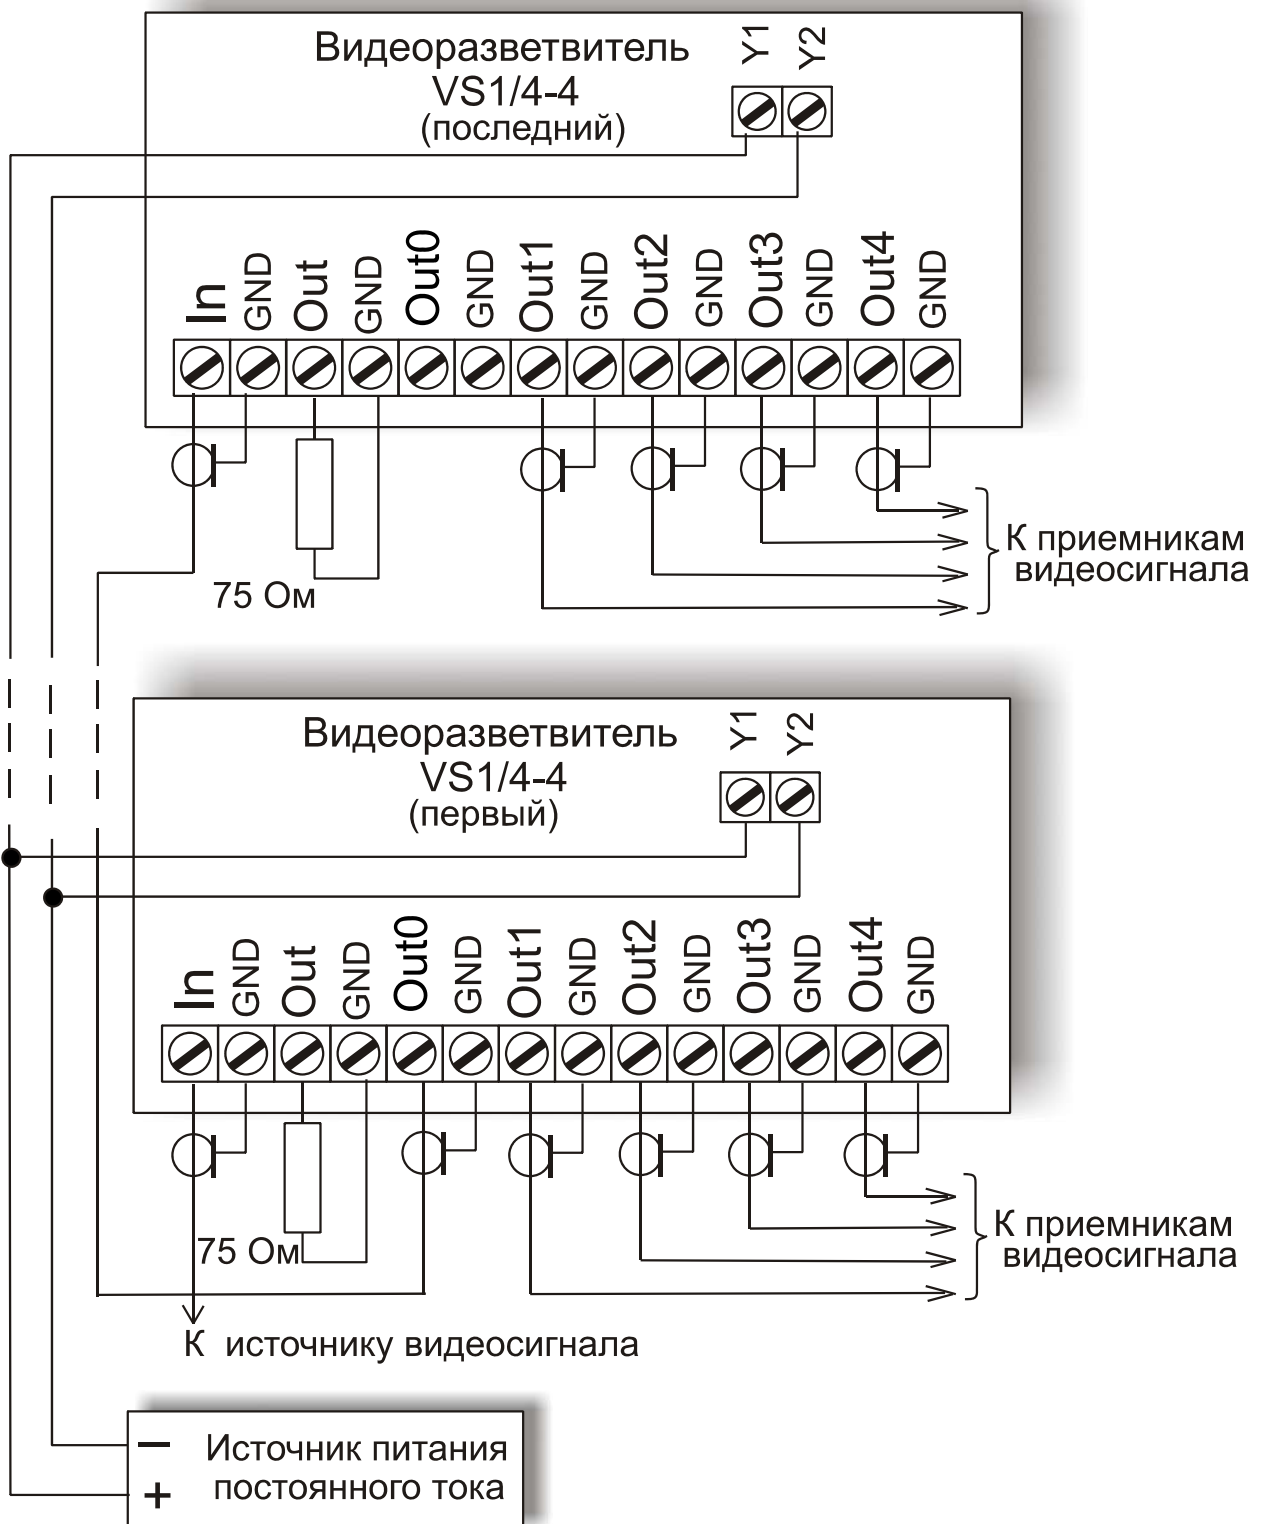
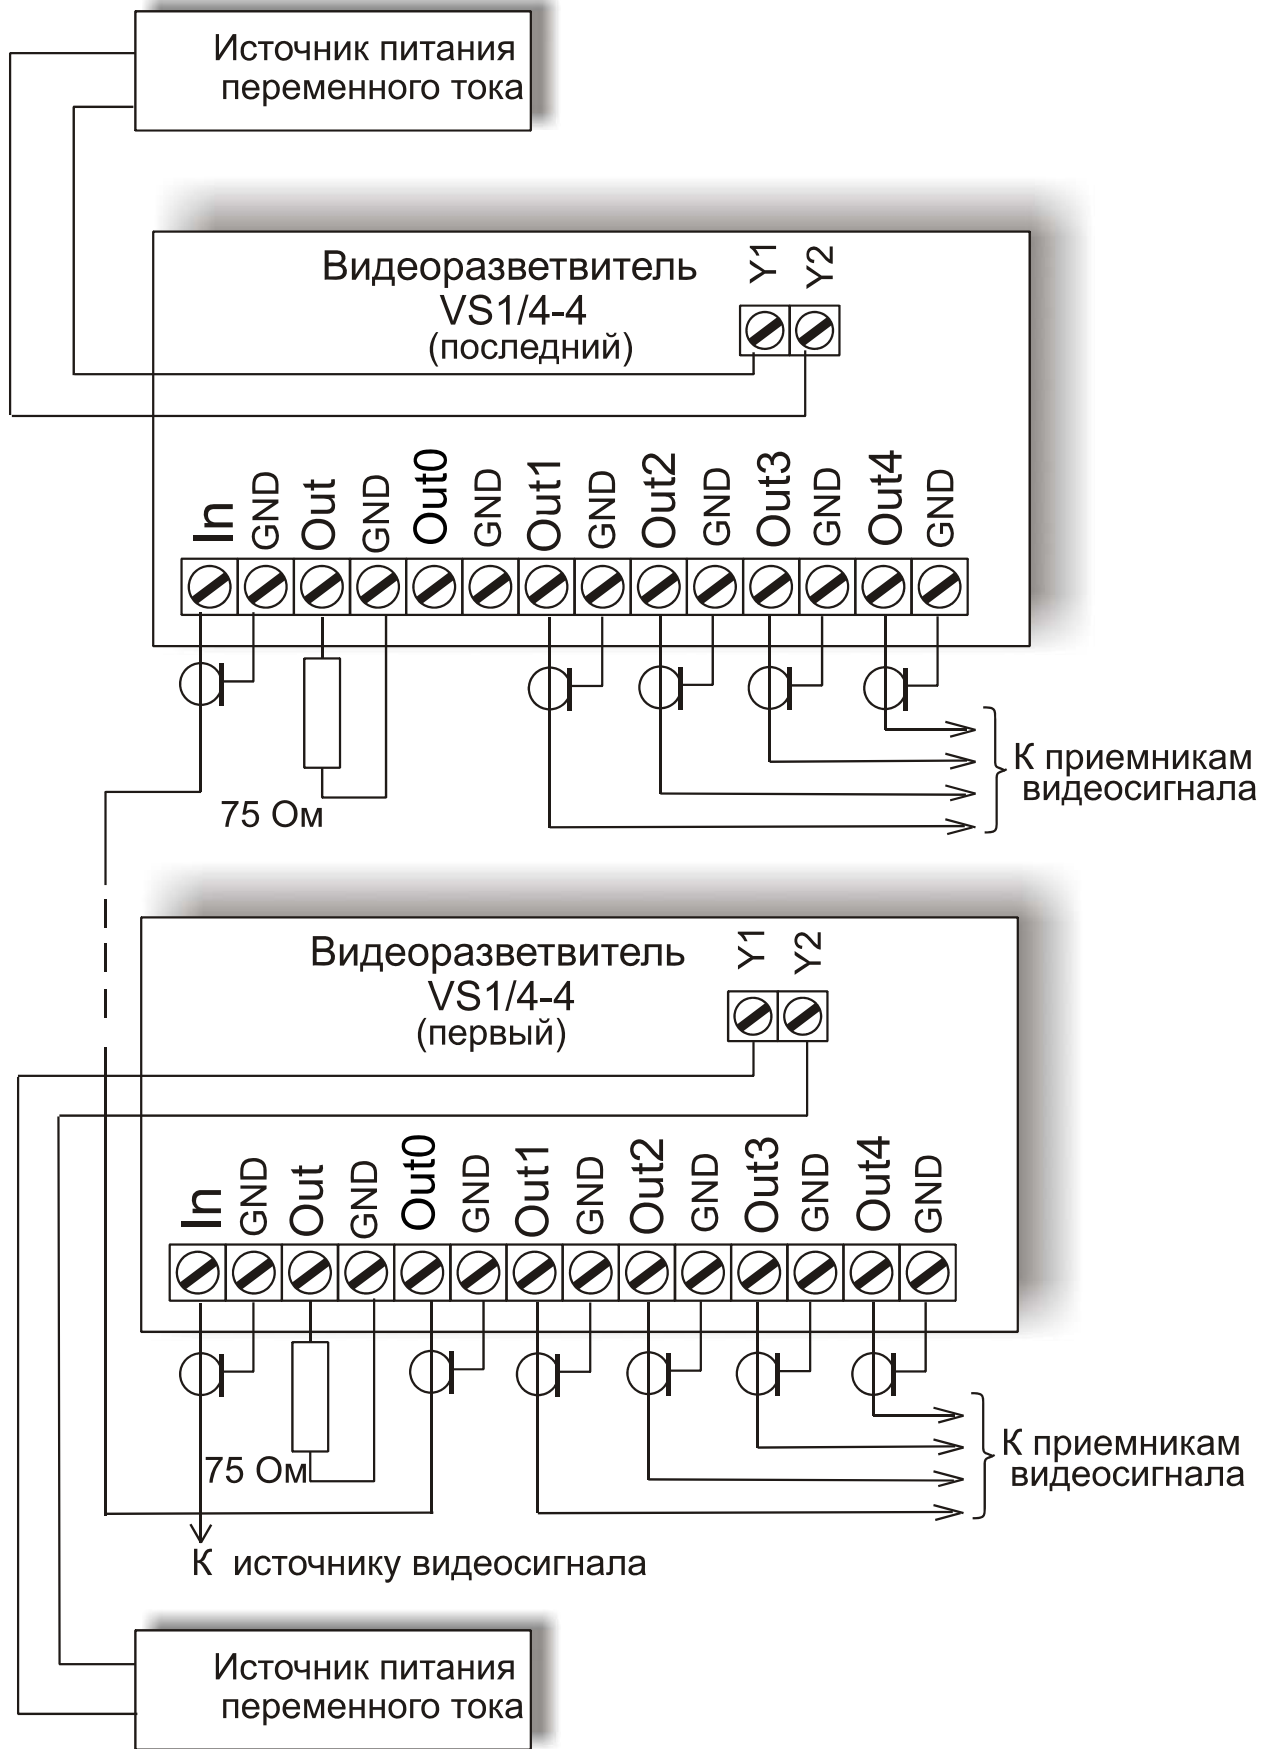
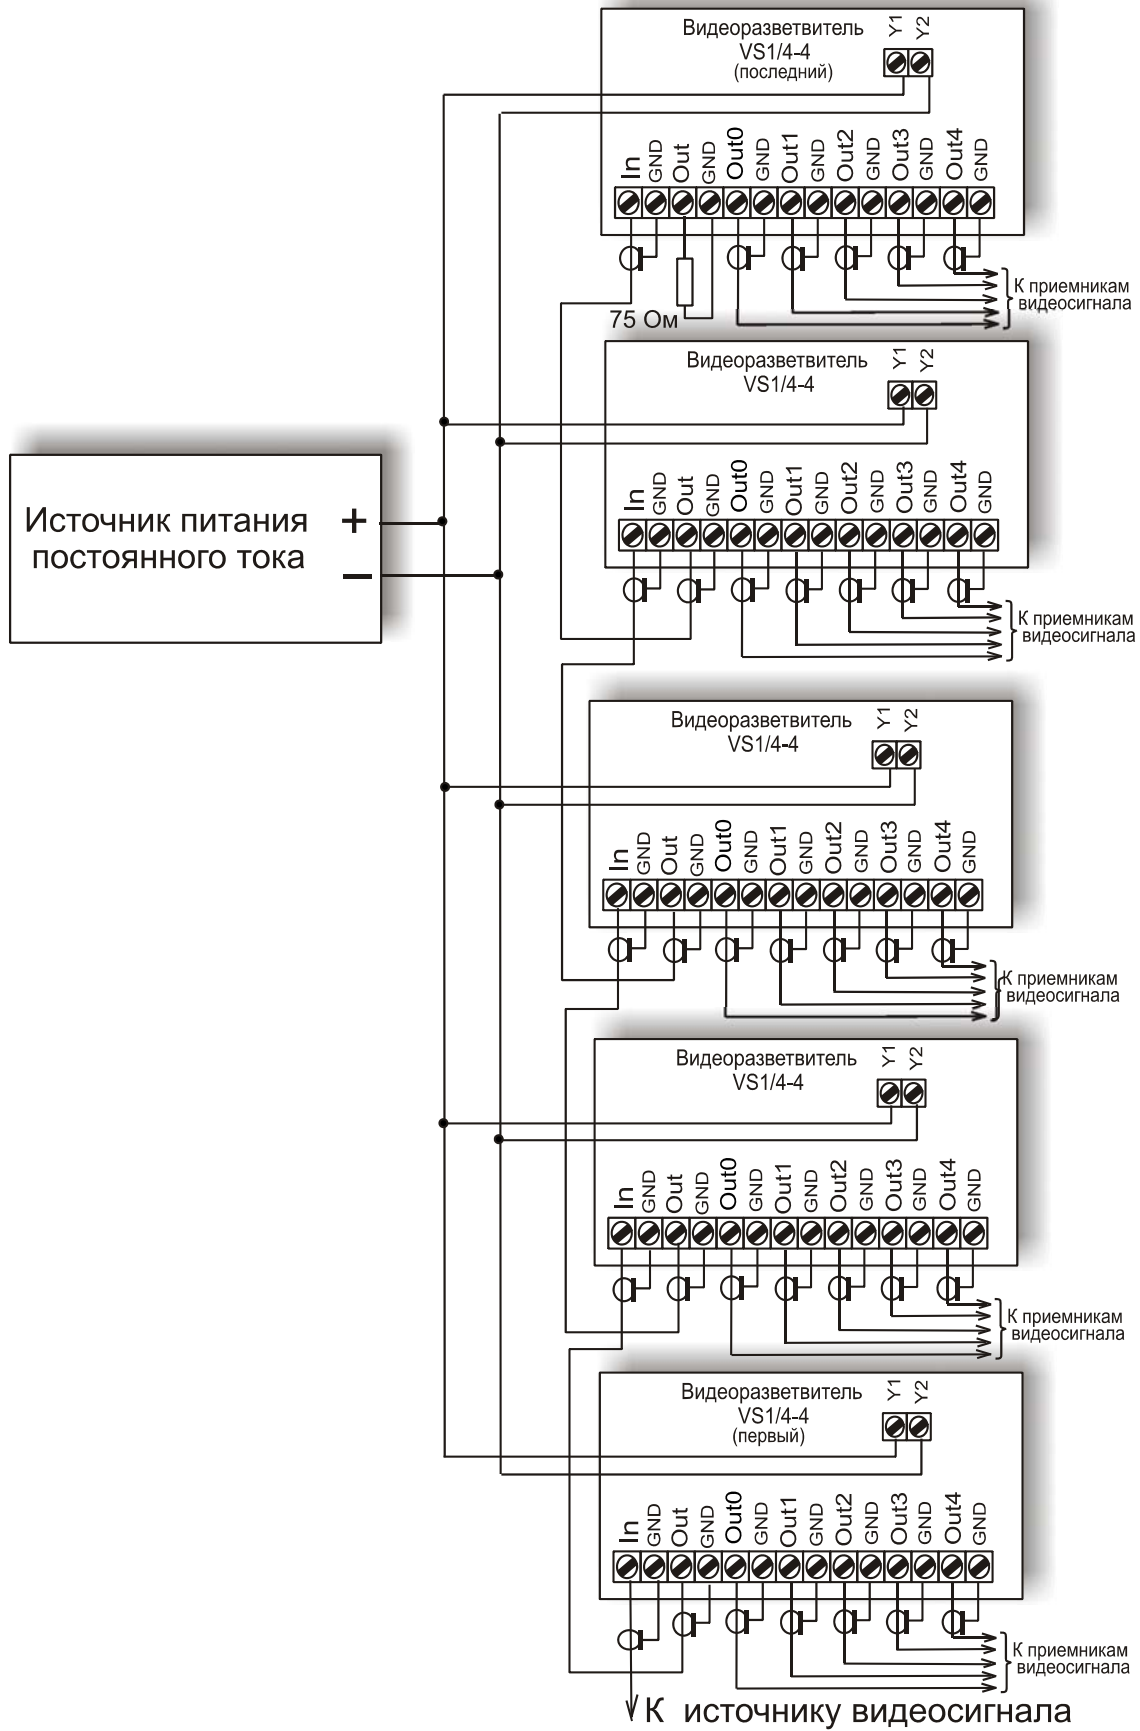

Рис.3 Монтажная схема последовательного подключения при питании видеоразветвителей от общего источника постоянного тока
Рис.4 Монтажная схема последовательного подключения при питании видеоразветвителей от источников переменного тока.
Рис.5 Монтажная схема параллельного подключения видеоразветвителей при их питании от общего источника постоянного тока.
6.2.6 Видеоразветвители и блок (блоки) питания соединяются согласно приведенным монтажным схемам (рис.3, рис.4, рис.5).